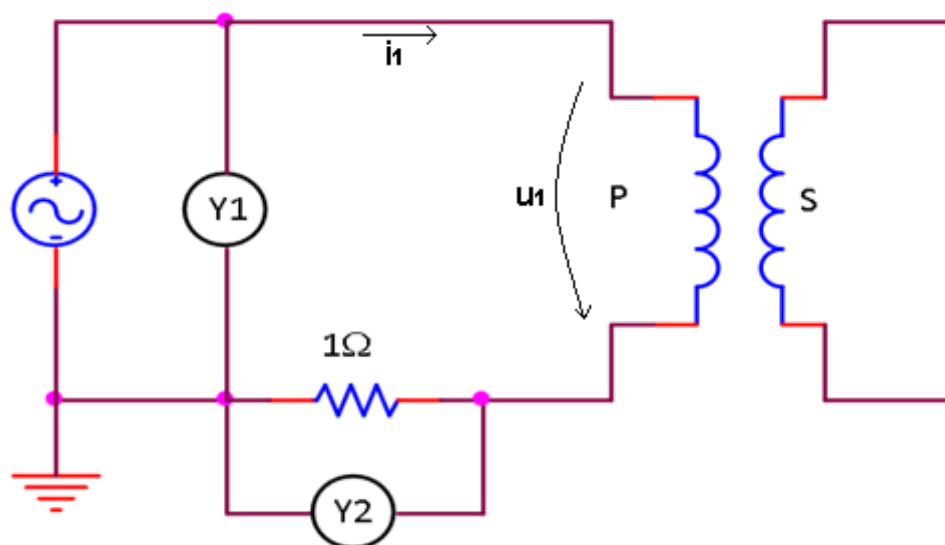

Figura 4. Circuito usado nas medições a efetuar com o transformador com o secundário em curto-circuito.
A) Utilizando a montagem da figura 4 e impondo I_{1ef} igual ao valor nominal da corrente do primário do transformador dado pela equação 3, determine U_{1ef} e $P_{10} = \langle u_1 i_1 \rangle$, determine a partir destes valores $r_1 + r_2'$ e $\lambda_{11} + \lambda_{22}'$.